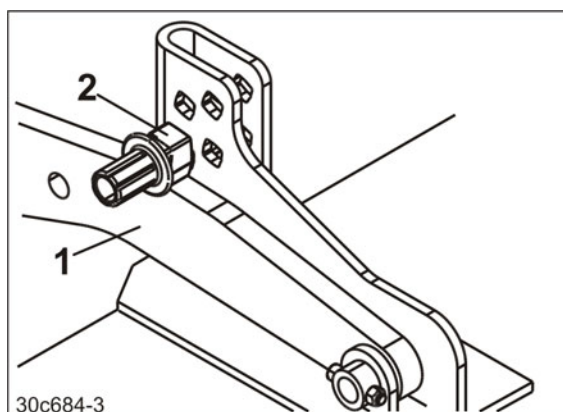

Рис. 80
2. Поднимите агрегат на такую высоту, чтобы пальцы регулировки глубины (Рис. 80/2) освободились с кронштейнов (Рис. 80/1).
4. Зафиксируйте передний каток с шинами на той же высоте, что и задний каток (Рис. 80/2).
2. Поднимите агрегат, чтобы кронштейны прилегали к нижнему упору (Рис. 80/1).
3. Зафиксируйте пальцы регулировки глубины (Рис. 80/2) в самом нижнем положении